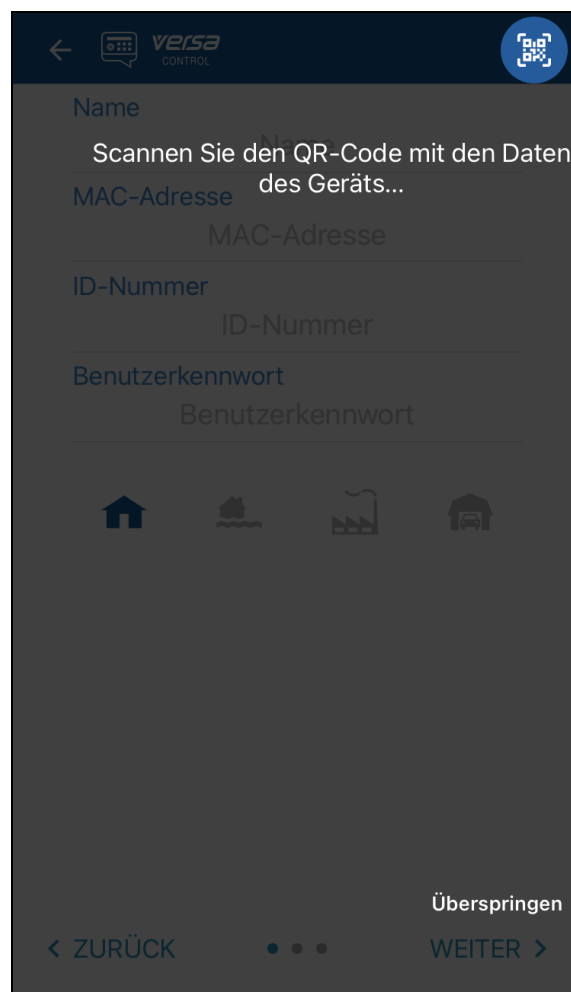

Abb. 8. VERSA CONTROL App (iOS): kurze Anleitung.
3. Es wird eine kurze Anleitung angezeigt (Abb. 8). Tippen Sie auf „Überspringen“, um sie zu überspringen.